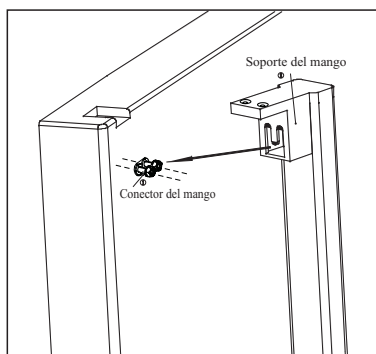
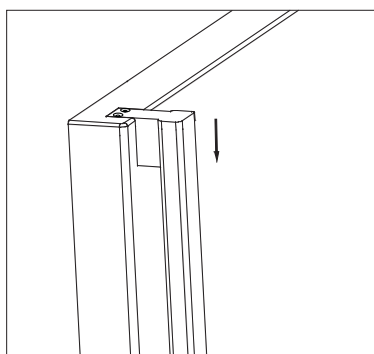

Ilustración 1
Ilustración 2
1) Inserte el gancho del mango (1) en el conector (2) (como muestra la ilustración 1). A continuación, tire hacia abajo del mango con fuerza hasta que la parte superior del mango y la parte superior de la puerta queden enrasadas (como muestra la ilustración 2).